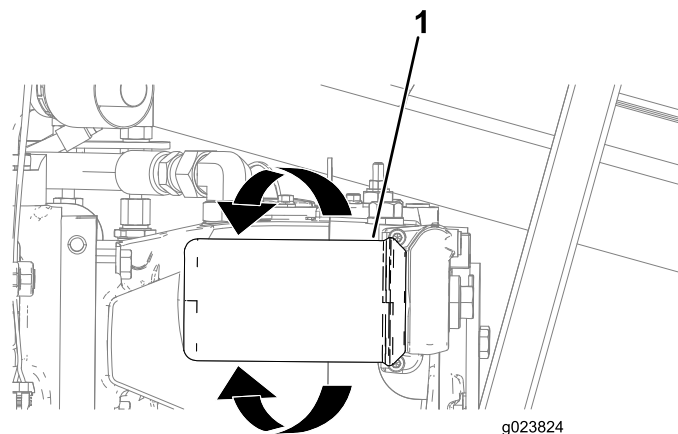

Рисунок 123
3. Поместите сливной поддон или уложите ветошь под фильтр линии нагнетания (Рисунок 123).
4. Поверните фильтр линии нагнетания против часовой стрелки и снимите его (Рисунок 123).
6. Совместите фильтр линии нагнетания с местом его посадки и поверните его по часовой стрелке, пока уплотнение фильтра не войдет в контакт с переходником (Рисунок 123).